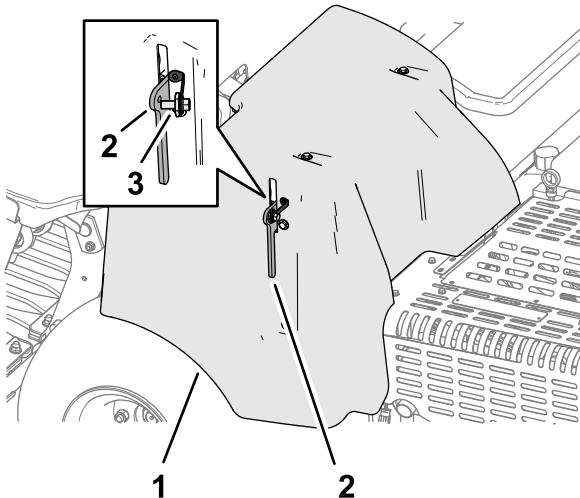

図 136
4. CE向けベルトカバーラッチ用ランヤードが付いているマシンでは、ランヤードボルトをカバーラッチの穴に通してボルトを締める図 136。